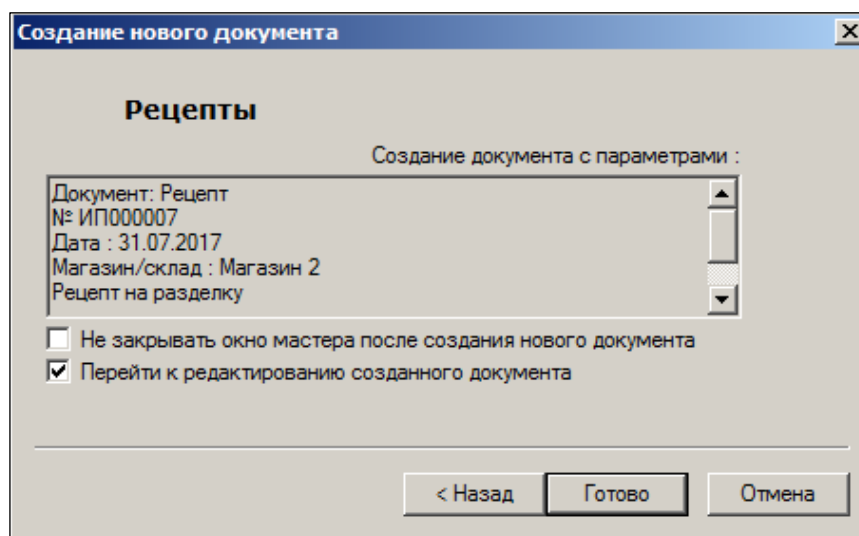

Рисунок 16 – Создание нового документа «Рецепт» (4)
5. В появившемся окне (Рисунок 16) можно увидеть заданные ранее атрибуты документа и установить флажок **Перейти к редактированию созданного документа**; нажать на кнопку **Готово**.